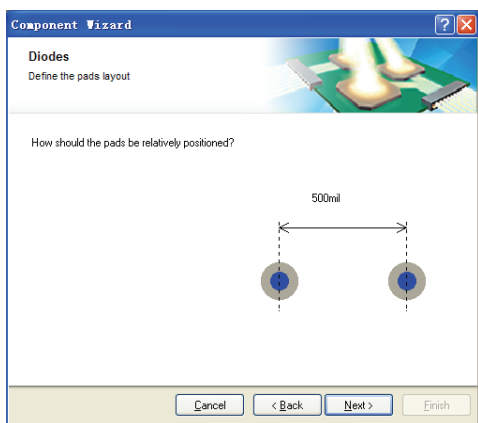

图 10-42 焊盘间距设置对话框
(5) 单击 **Next >** 按钮进入下一步，设置焊盘间距，如图 10-42 所示。修改焊盘间距为 500mil。